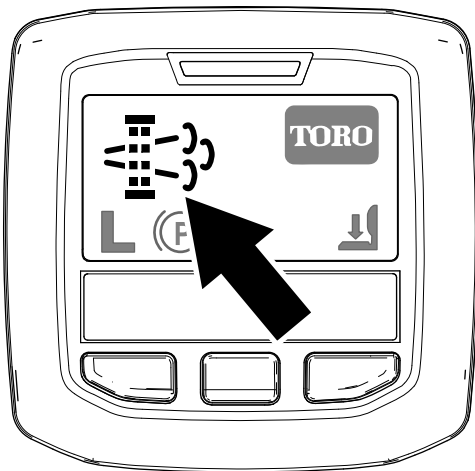

Figura 36
- El icono de regeneración con la máquina aparcada aparece en el InfoCenter (Figura 36).